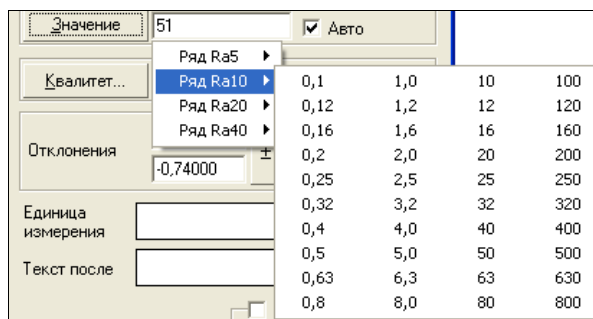

Рис. 11.6. Пользовательское меню **Значение**
- ◆ нажатием кнопки **Значение** — вызывается пользовательское меню (рис. 11.6).